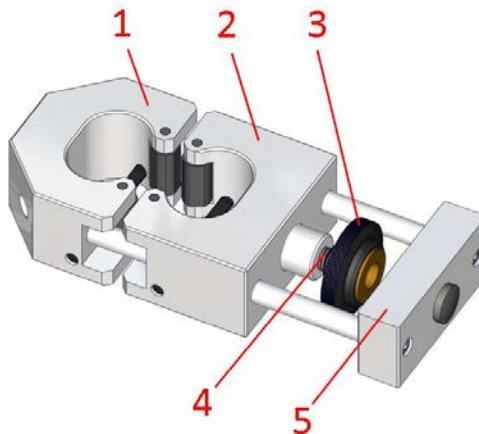
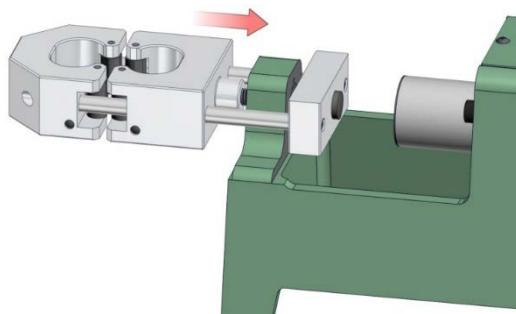

Abbildung 5.5.1
Abbildung 5.5.2
1. Entfernen Sie den Rändelknopf (Pos. 3, Abbildung 5.5.1) aus der großen Stellschraube (Pos. 4, Abbildung 5.5.1) des Kaltzugfestigkeitszubehörs.
2. Schieben Sie Nabe und Stellschraube auf der Rückseite der rechten Werkzeugbacke (Pos. 2, Abbildung 5.5.1) durch das Loch im Sockel der Universalsandfestigkeitsmaschine. Siehe nachfolgende Abbildung 5.5.2.